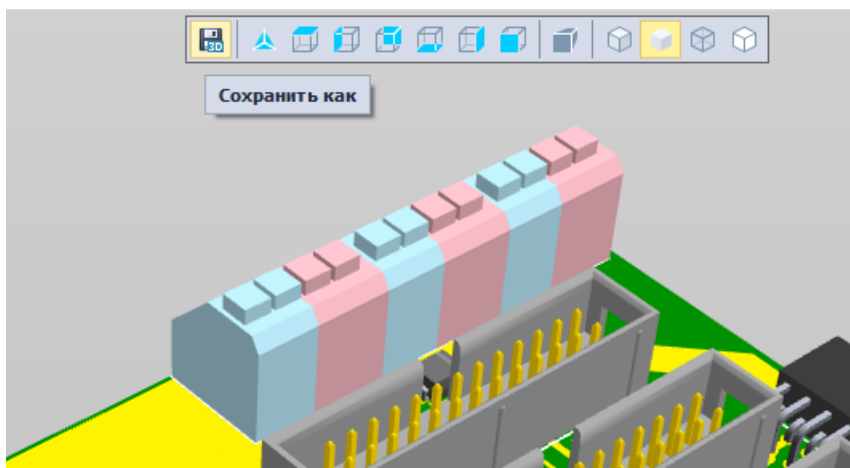

Рис. 413 Сохранение 3D модели
1. Нажать на кнопку  «Сохранить как», расположенную в верхней части окна редактора, см. Рис. 413.